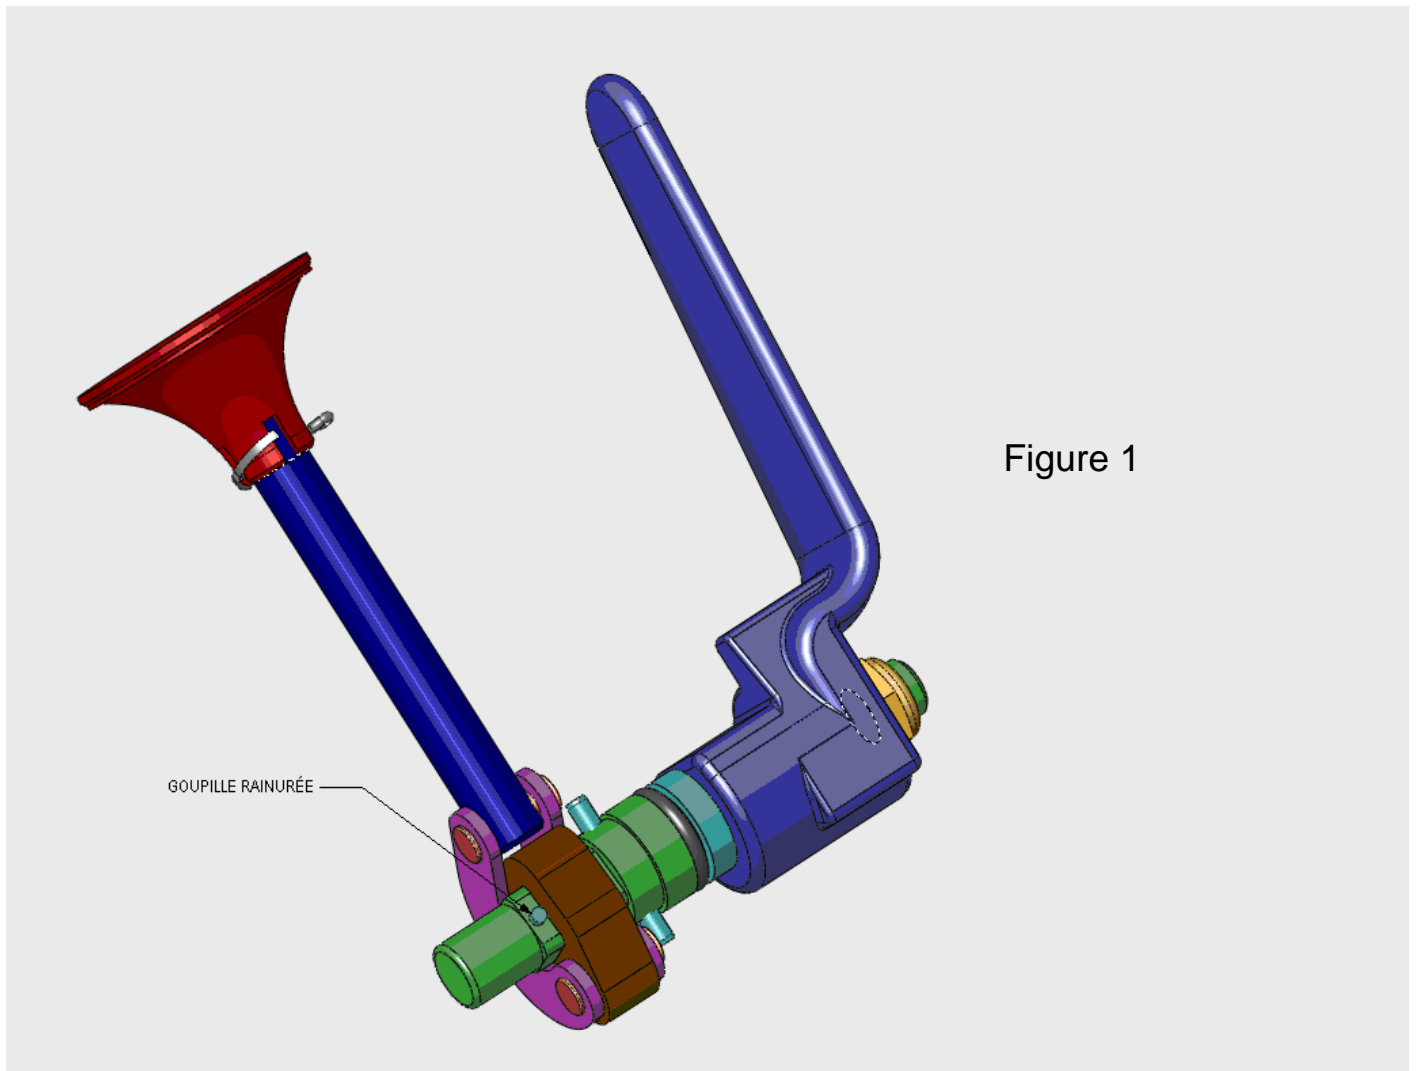

Figure 1
12. Installez le levier sur l'arbre en vous assurant que le trou de l'arbre qui aura la goupille rainurée est orienté de la même façon que la Figure 1.
14. Lubrifiez le joint torique sur l'arbre et avec le levier en position contraire du sens des aiguilles d'une montre (position ouverte du clapet) insérez l'arbre & l'assemblée du levier dans la pièce et à travers le trou carré du lien. Voir Figure 1 pour une bonne orientation des liens pliés lorsque le levier est tourné dans la position du «clapet fermé».